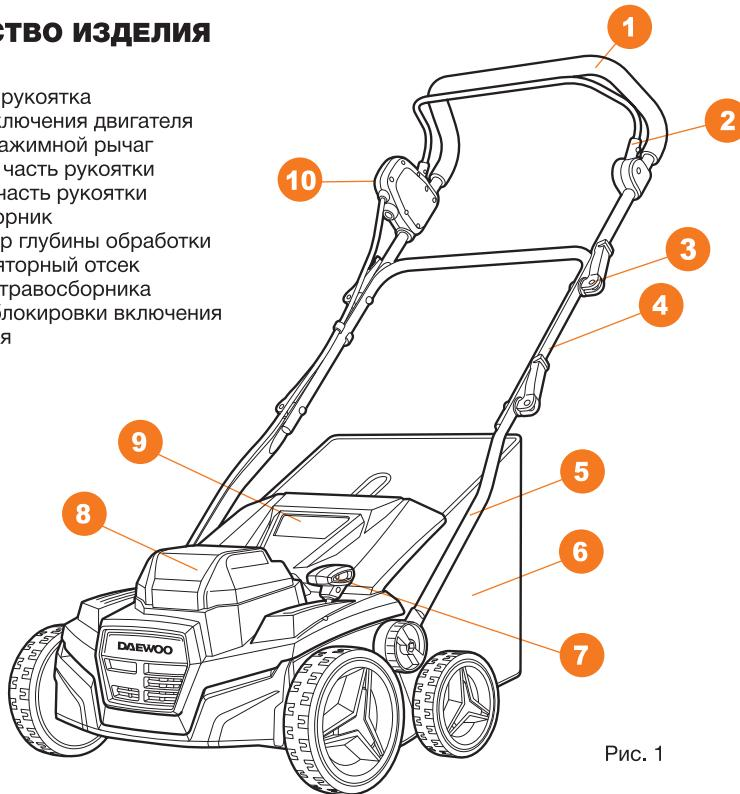

Рис. 1
- Зажмите кнопку блокировки включения ⑩ и прижмите рычаг включения двигателя ② к рукоятке ① (Рис. 1).
- Для остановки двигателя, отпустите рычаг включения двигателя ②.